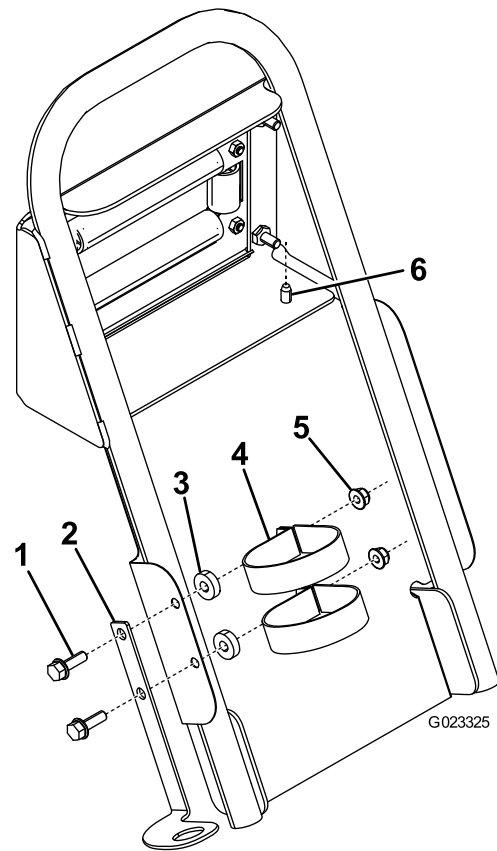

Bild 9
7. Befestigen Sie die Oberseite des Schmutzfängers mit zwei Blehschrauben am Griff (Bild 9).
8. Befestigen Sie den Spritzpistolenhalter am Schmutzfänger, wie in Bild 9 abgebildet.